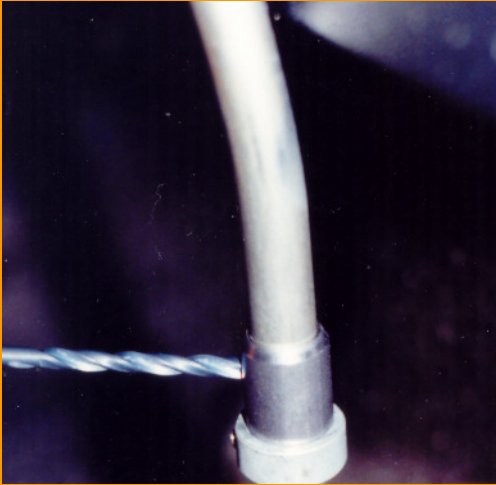

Fig.1
- Then push the small tube supplied with the chamfered side uppermost over the gear lever. See Fig.1
- Schieben Sie die mitgelieferte Distanzbuchse mit der angefasten Seite nach oben über die Schaltstange. Siehe Fig.1.